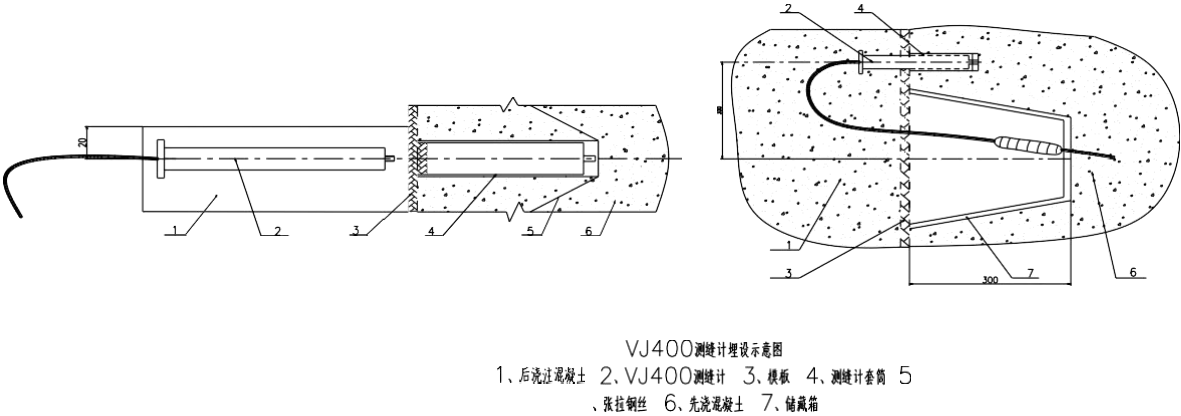

图 3
1.1、在先浇的混凝土块上预埋测缝计套筒，见图 3。当电缆需要从先浇块引出时，应在模板上设置储藏箱，用以储藏仪器和电缆。为了避免电缆受损，接缝处的电缆用布包条包好。